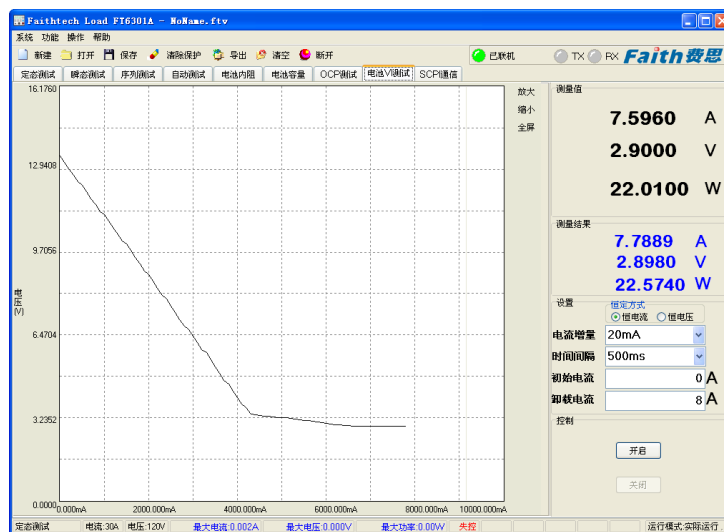

图 7-4 电池 VI 测试时的电压电流关系图
- 电池 VI 测试时的电压电流关系曲线如图 7-4 所示。